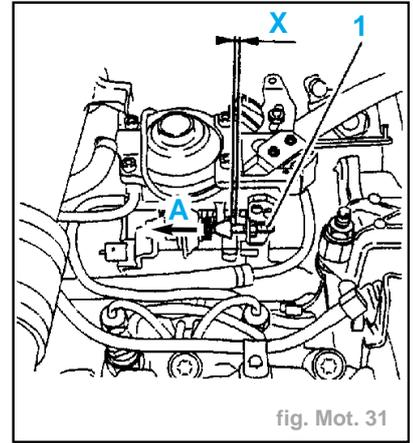

fig. Mot. 31
- Déplacer le contacteur (2) jusqu'à l'ouverture du contact.
- Resserrer les vis (1).
**• Contrôle et réglage dash-pot (fig. Mot. 31)**